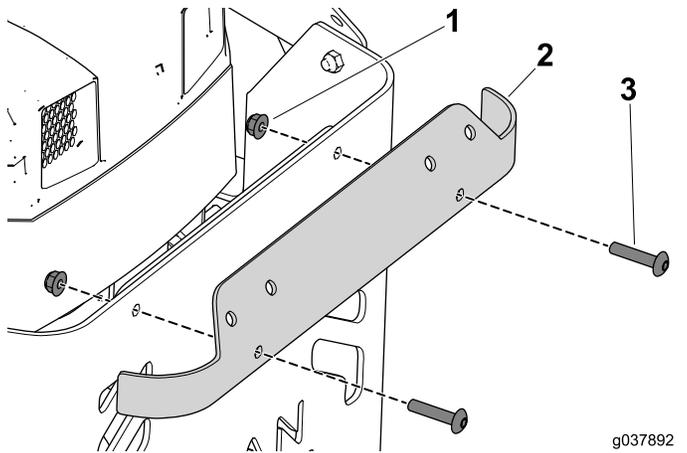

Figura 10
1. Retire los pernos y las tuercas que sujetan la moldura superior a la máquina (Figura 10).